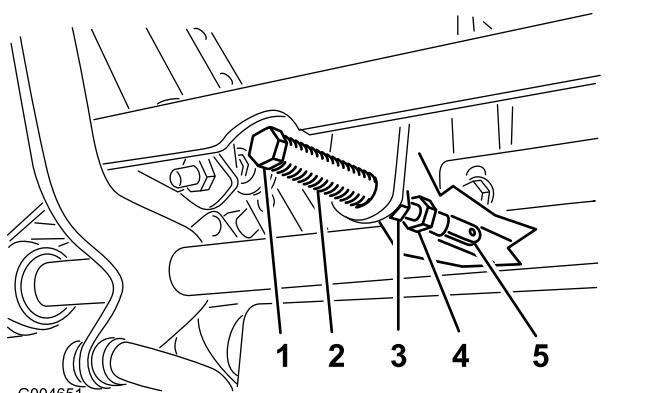

図 49
5. クレビスピンピボットシャフトの上のアームについているガスロットの端部に接触するスプリングに圧力が掛けり始める位置まで、図 49のようにレバーを手前に引く。
7. 調整が必要な場合は、ジャムナットをゆるめて調整ナットをヨーク側に移動できるようにする図 49。
8. コントロールレバーを軽く手前後退側に引きながら、調整ボルトを回して、コントロールレバーがちょうどニュートラルロック位置にくるように調整する図 49。
9. ナットとジャムナット図 49を締め付ける。
- ボールジョイント部でジャムナット(図 49)を締めつける。